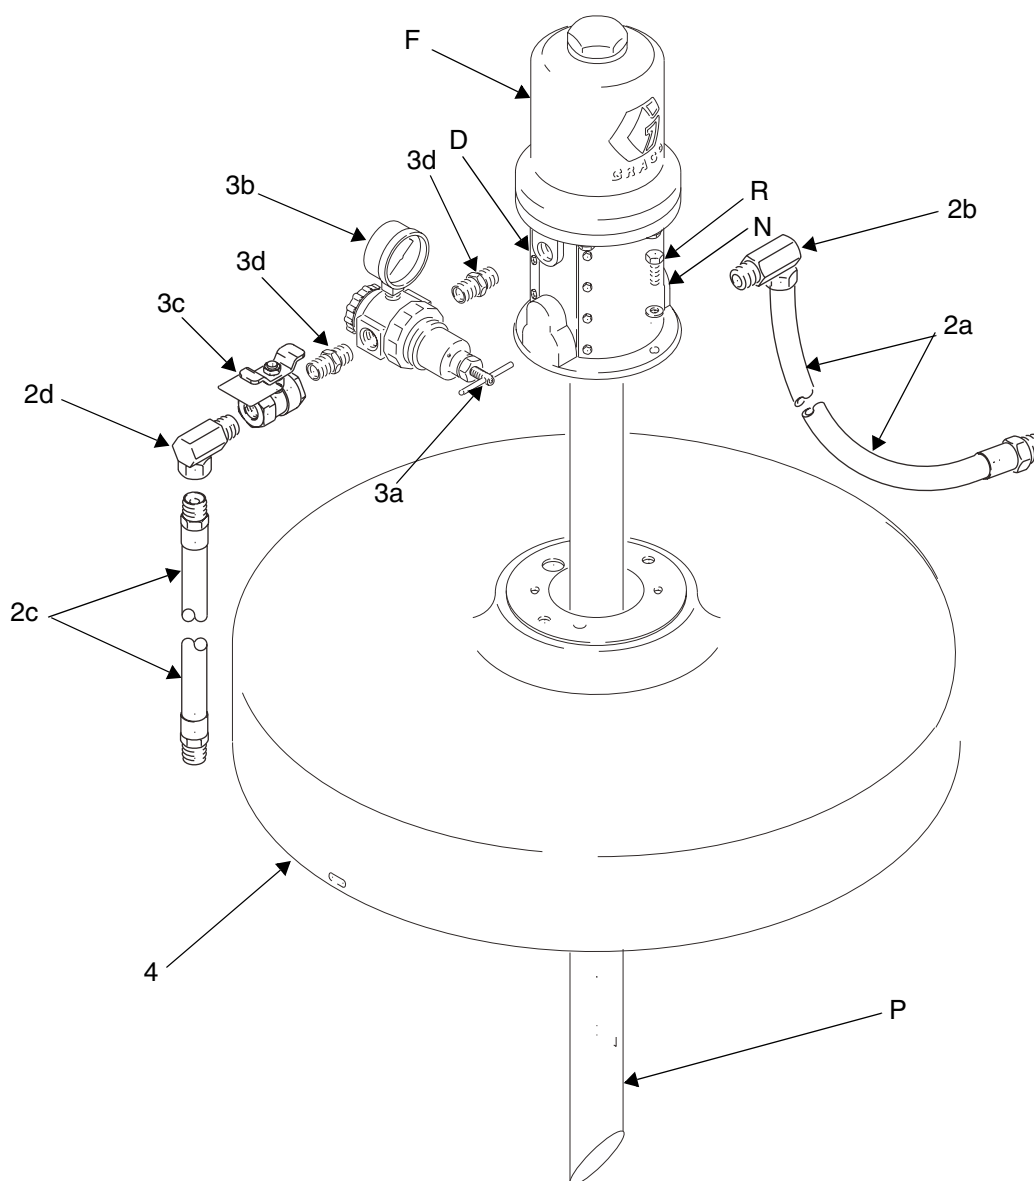

FIG. 6
1. Para el modelo 246906, corte el tubo de extensión (P) en un ángulo de 45° a la longitud apropiada al tamaño del bidón. Cuando lo instale, la parte inferior del ángulo debe quedar a unos 25 mm del fondo del bidón. Para los modelos 225642 y 225782, el tubo descendente está dimensionado según el recipiente.
2. Coloque la tapa (4) en un bidón de 208 litros. Instale la bomba (F) en la tapa con los tornillos (R) suministrados. Vea FIG. 6
3. Monte el kit del regulador de aire (ítems 3a-3d) en la entrada de aire de la bomba (D) como se muestra. Utilice sellador de roscas y apriete firmemente todas las piezas.
5. Aplique sellador de roscas a las roscas macho de la unión giratoria de 1/2 npt (2b). Enrosque la unión en la salida de aire de la bomba (N).